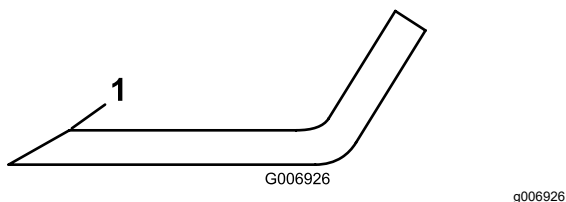

Figure 16
3. Examinez les tranchants de toutes les lames. aiguiser-les s'ils sont émoussés ou ébréchés. N'affûtez que le haut du tranchant et conservez l'angle de coupe d'origine pour obtenir une coupe nette (Figure 16). Limez la même quantité de métal sur chacun des deux tranchants pour ne pas déséquilibrer la lame.